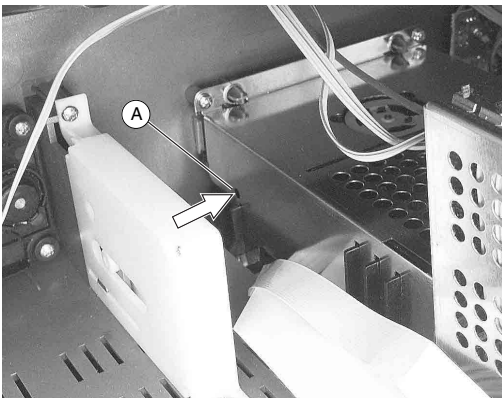

Fig. 1
- Mit einem dünnen Schraubendreher durch das Loch (A) (Fig. 1 / 6) den Schieber ca. 2cm nach innen schieben und Schublade herausziehen.
- Insert a thin screw driver through the hole (A) (Fig. 1 / 6), push the slider about 2cm in inward direction then pull out the tray.